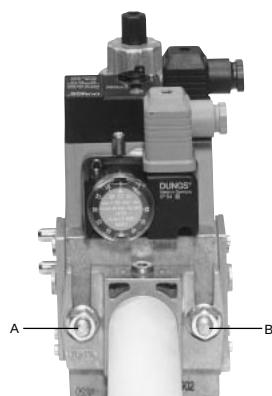
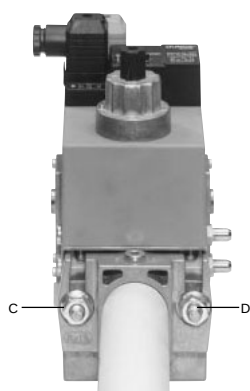

Рис. 4
Рис. 5
- 4 согласно ссылке, данной на Рис. 4, закрепить фланец к шпилькам котла с помощью гаек **D**, не затягивая их полностью;
3. Затянуть винты A, B, C и D (Рис. 4 - Рис. 5), (Рис. 7), соблюдая дистанции монтажа (Рис. 7);